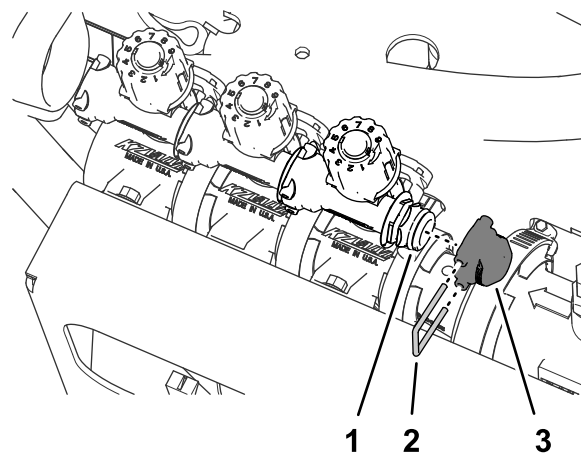

図 65
3. バイスマニホルドのクイックディスコネクティングにキャップを固定しているリテーナを外してキャップを外す 図 65。